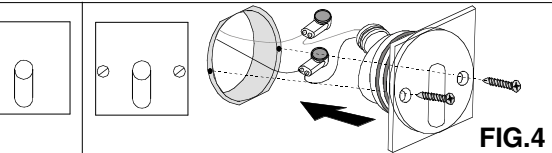

FIG.4
- Inserire l'apparecchio e l'alimentatore (versione long) nella scatola e bloccarlo con le apposite viti. FIG.4/5
- Insert the unit and the power supply (long version) into the box and lock it with the proper screws. FIG.4/5
- Insérez l'unité et l'alimentation (version longue) dans la boîte et le fixer avec les vis adéquates. FIG.4/5
- Inserte la unidad y l'alimentador (versión long) en la caja y fjela con los tornillos FIG.4/5